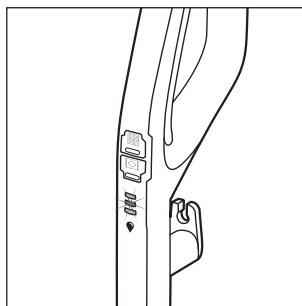

Rys. 17
- ◆ Aby włączyć urządzenie, naciśnij przełącznik wykładzina dywanowa / dywan **13** (patrz rys. 17). Dioda LED przełącznika wykładzina dywanowa / dywan **13** zaświeci się na niebiesko.
- ◆ W celu wyłączenia urządzenia naciśnij ponownie przełącznik wykładzina dywanowa / dywan 13 (patrz rys. 17).